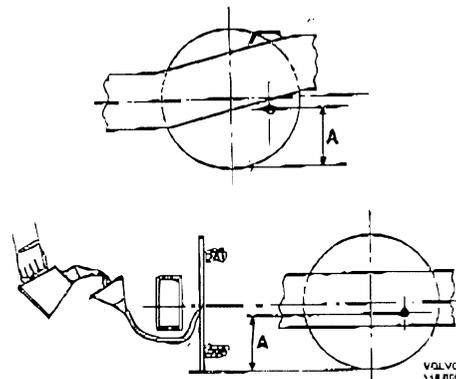

Bild 41. Påfyllning av olja
9. Ta bort nivåpluggen (2) på växelhussets lock. Ta bort påfyllningspluggen (1) och fyll olja. Beträffande mängd och kvalitet, se "Data".
10. Ta bort pluggen i lintrummans lock. Vrid runt ingående axeln så att pluggen A bild 41 på lintrumman står 122 mm över trummans underkant. Fyll på olja. Beträffande mängd och kvalitet, se "Data".